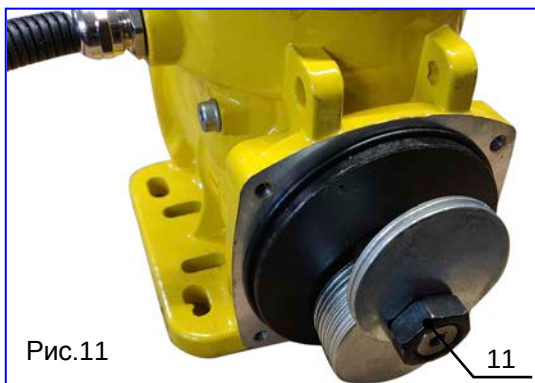

Рис.11
2. Открутите крепежные гайки (поз.11, рис.11/12) на валу.
Внимание: эксцентрики должны быть установлены таким образом, чтобы они имели одинаковое направление вращения на обоих концах вала (рис.11/12).